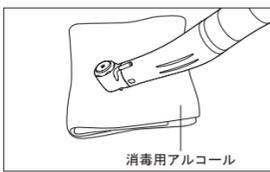

図17
- 5 消毒用アルコールを含ませた布等で丁寧に拭き取ります。(図17)